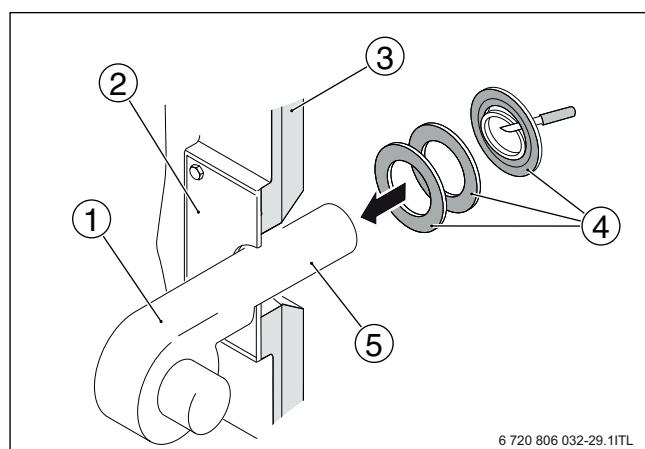

Рис. 19 Монтаж горелки
- Закрепите болтами горелку (→ рис. 19, [1]) на плите [2].